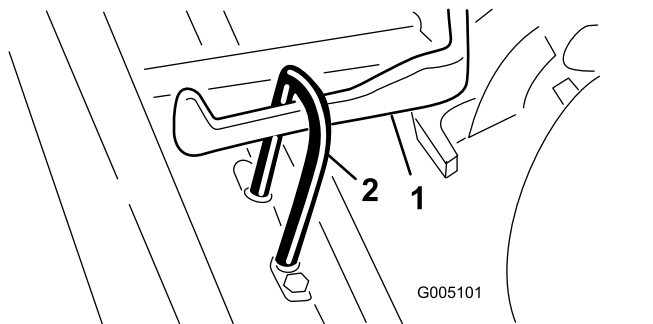

Figura 5
2. Deslice la unidad de corte por debajo del bastidor de tiro mientras acopla el gancho de elevación al brazo de elevación (Figura 5).